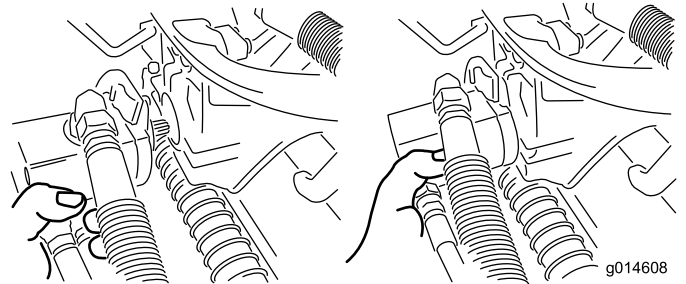

Bild 36
3. Legen Sie den Motor am Aufbewahrungsort vorne am Aufhängearm ab (Bild 36).